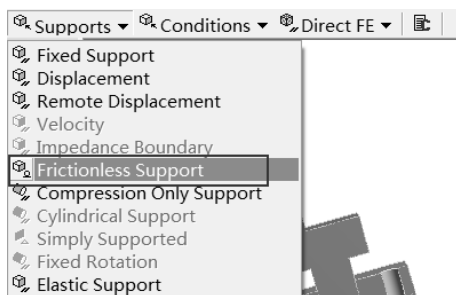

图 13-73 对称约束
Step7 :如图 13-73 所示 ,选择 Environment 工具栏中的 Supports(支撑) Frictionless Support 命令 ,此时被选中的面已经被设置成 Frictionless Support。